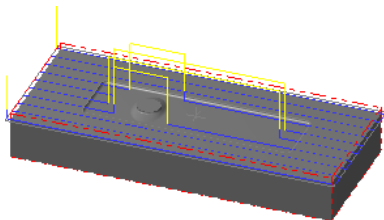

图 7.28 刀具路径
Step8. 单击“曲面精加工平行铣削”对话框中的  按钮，同时在图形区生成图 7.28 所示的刀具路径。